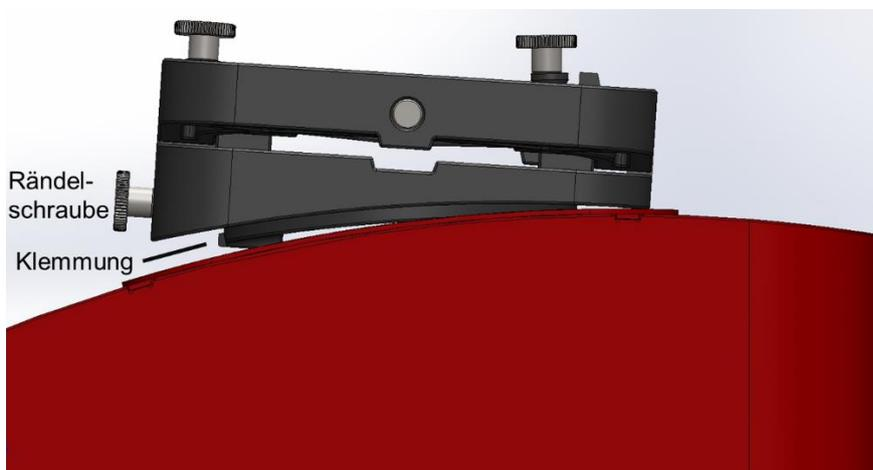

Abbildung 7 Befestigung des Winkeladapters auf der Haube.
3. An der Rückseite des Winkeladapters befindet sich eine Rändelschraube, mit der durch Drehen in Uhrzeigerichtung der Winkeladapter auf der Haube sicher verklemt werden muss (siehe Abbildung 7).